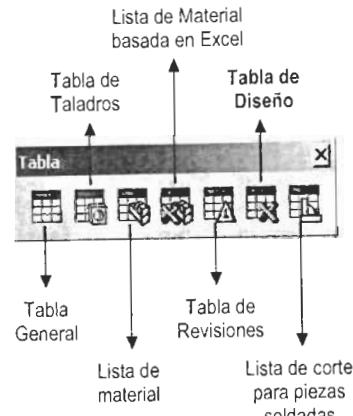

Figura 6.2. Barra de Herramientas Tabla.
- 1- Seleccione **Tabla de Diseño** del Menú de Persiana **Insertar**, **Tabla de diseño** o desde la Barra de Herramientas de **Tabla** (Figura 6.2).